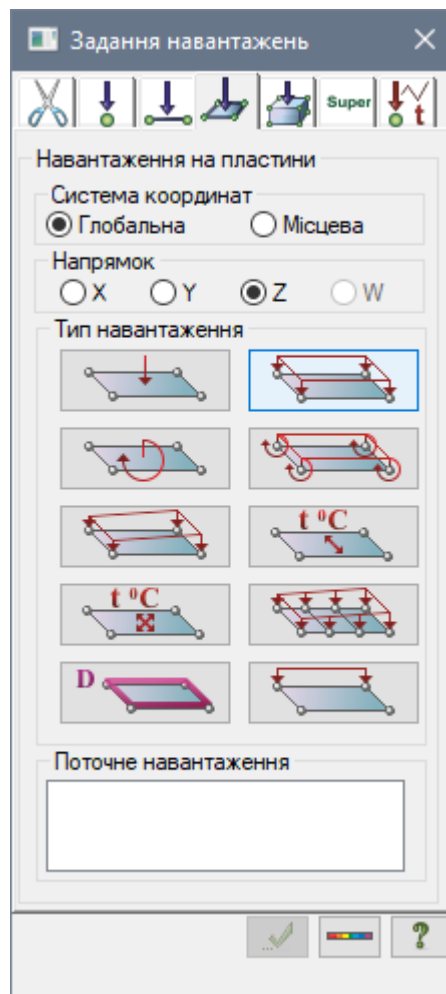

Рис. 21.17. Діалогове вікно **Задання навантажень**
- Викличте діалогове вікно **Завдання навантажень** на закладці **Навантаження на пластини** (рис. 21.17) вибравши команду  – **Навантаження на пластини** у розкритому списку **Навантаження на вузли та елементи** (панель **Навантаження** на вкладці **Створення та редагування**).